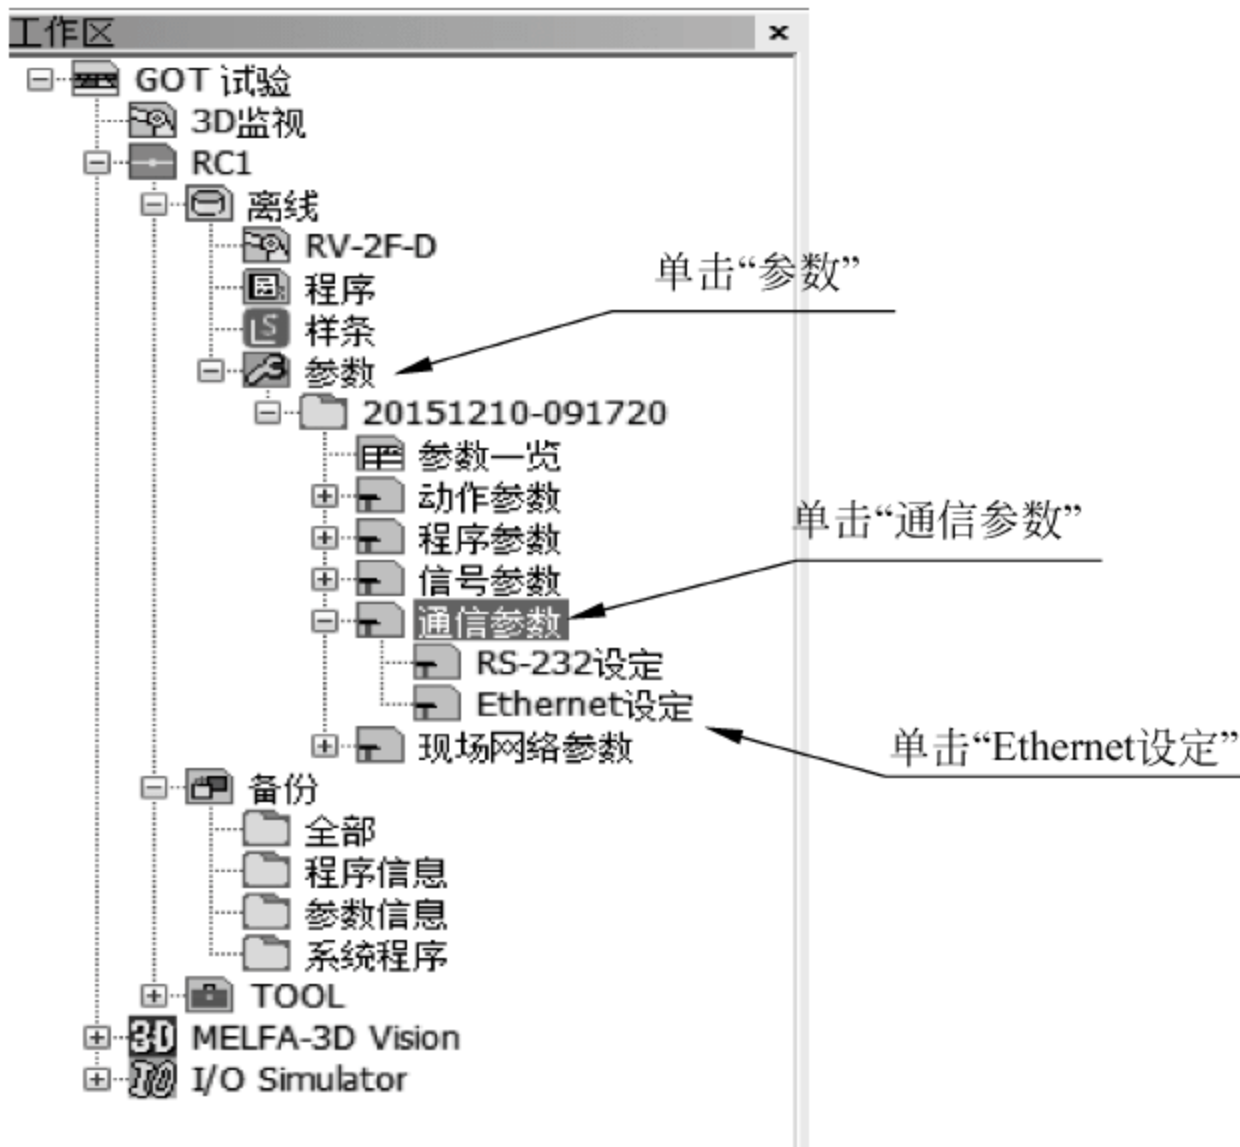

图 24-5 打开机器人以太网参数设置界面
(1) 单击“任务区”→“参数”→“通信参数”→“Ethernet 设置”,如图 24-5 所示。